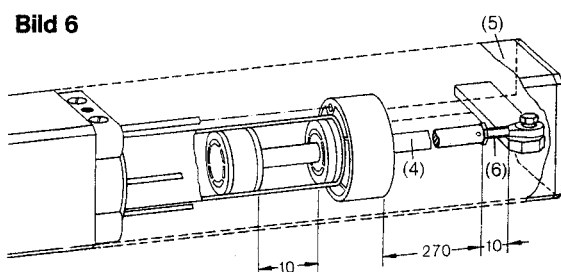

Bild 6
- Abdeckhaube (5) durch seitliche Verschraubung lösen und abnehmen (Bild 6).
- Antrieb (3) mit auf 270 mm ausgefahrenem Stößel (4) (s. Bild 6) einhängen, horizontal ausrichten und Scharniere (1/2) festschweißen.